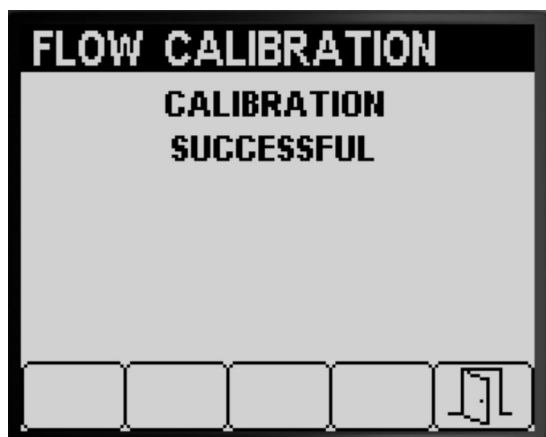
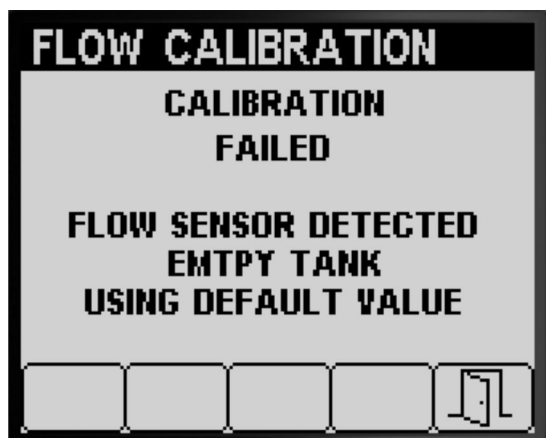
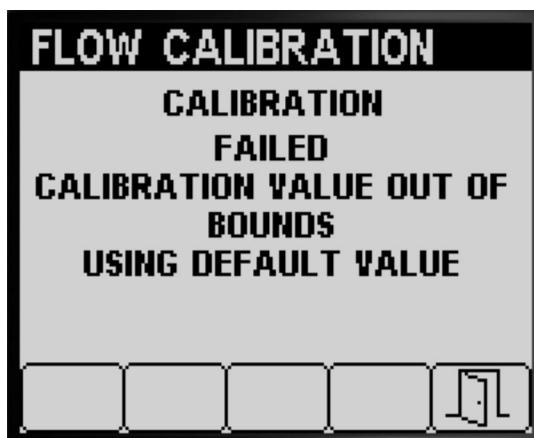

Figure 55
Figure 56
Figure 57
- Message confirmant la réussite de l'étalonnage de débit (Figure 55).
- Message indiquant l'échec de l'étalonnage de débit (Figure 56).
Si la valeur d'étalonnage est hors limites (Figure 57), contactez votre concessionnaire-réparateur Toro agréé ; sinon, lisez le message d'erreur et répétez les étapes d'étalonnage sous Préparation au test de récupération (page 18), Test de récupération de section de pulvérisation (page 20) et Calcul de l'étalonnage (page 21).
3. Appuyez sur le bouton 5 pour quitter l'écran Étalonnage de vitesse (Figure 55, Figure 56 et Figure 57).